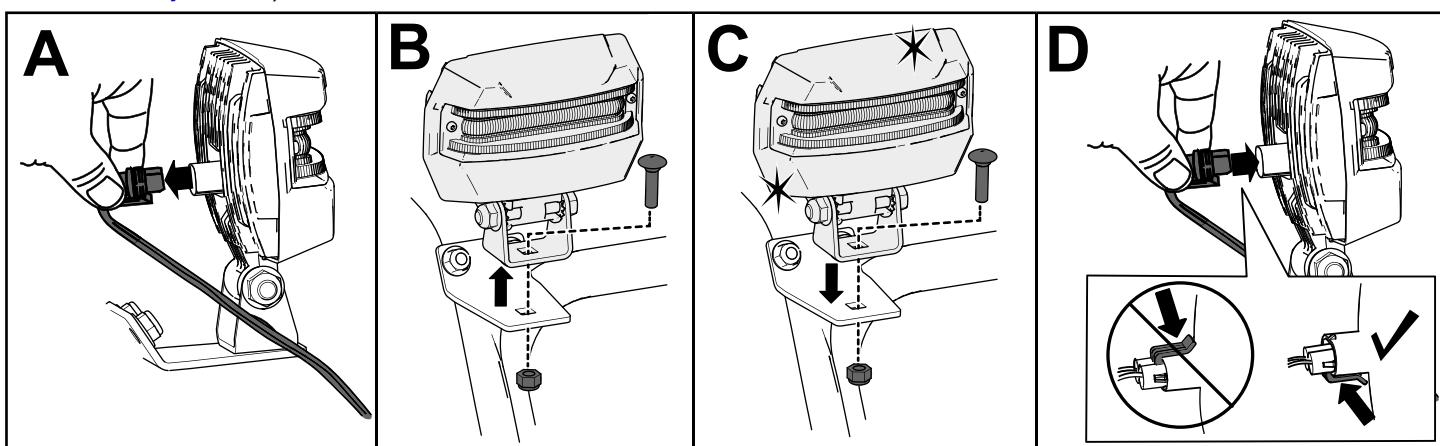

Рисунок 38
- Отсоедините разъем провода фары с тыльной части фары (вид А на Рисунок 38).
- Отверните болт и гайку, которые крепят фару в сборе к кронштейну фары, затем снимите старую фару в сборе (вид Б на Рисунок 38).
- Прикрепите новую фару в сборе к кронштейну фары с помощью ранее снятой гайки и болта (вид С на Рисунок 38).
- Вставьте разъем провода фары в тыльную часть фары до его надежной фиксации на месте (вид Д на Рисунок 38).